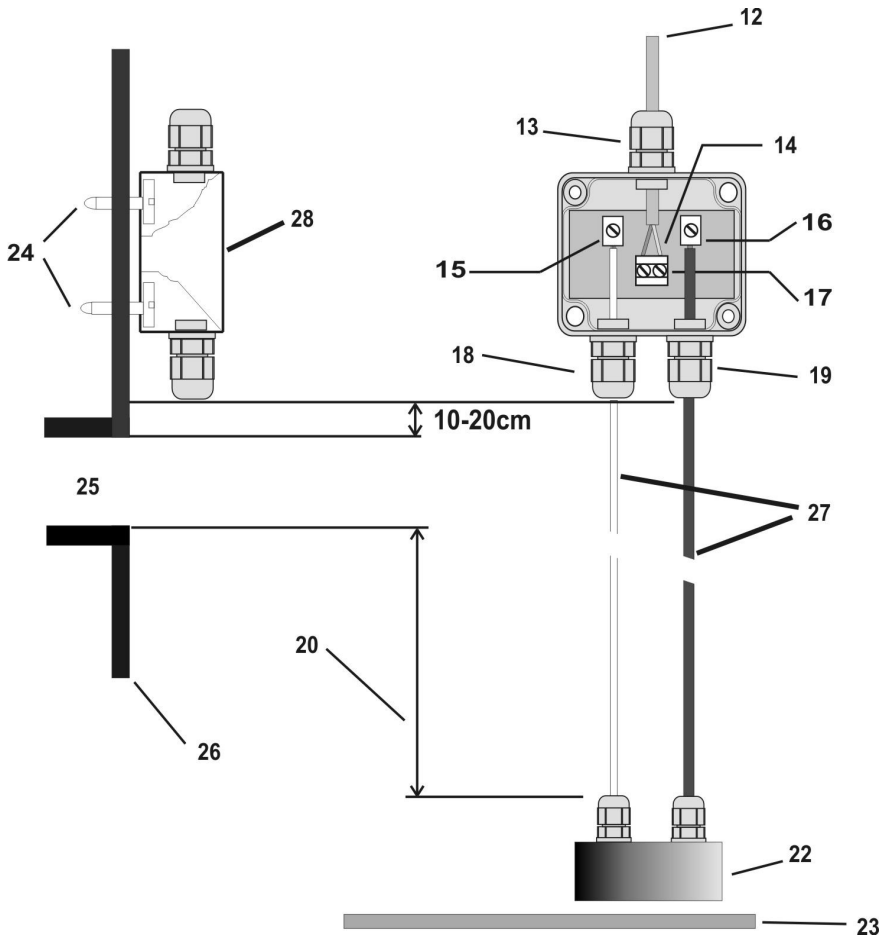

Abbildung 2: Anschluss Sensorik
7. Den Abschluss der Montage der Sensorik bildet die fachgerechte Verlegung der Datenleitung [12] zur Systemsteuerung. Verwenden Sie dazu ein **Leerrohr**. (Die Datenleitung ist nicht für die direkte Erdverlegung geeignet.) Die Datenleitung verfügt am noch freien Ende über einen Stecker. Diesen stecken Sie in die entsprechende Buchse [7] der Systemsteuerung. Die Abbildung 2 auf der Seite 3 verdeutlicht die Zusammenhänge: